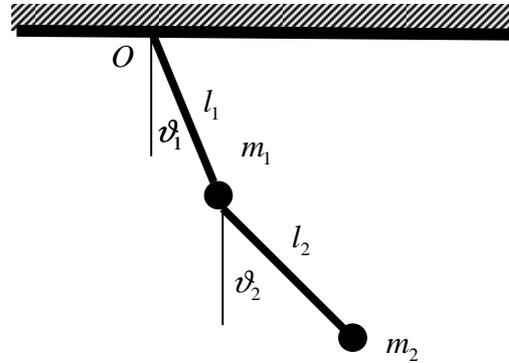

Fig.4
4. Etablir les équations du pendule double à l'aide des équations de Lagrange : la position du pendule 1 de masse  $m_1$ , de longueur  $l_1$  est déterminée par l'angle  $\vartheta_1$  ; la position du pendule 2 de masse  $m_2$ , de longueur  $l_2$  est déterminée par l'angle  $\vartheta_2$ . Les angles  $\vartheta_1$  et  $\vartheta_2$  sont repérés par rapport à la verticale de l'axe de rotation (voir Fig.4).